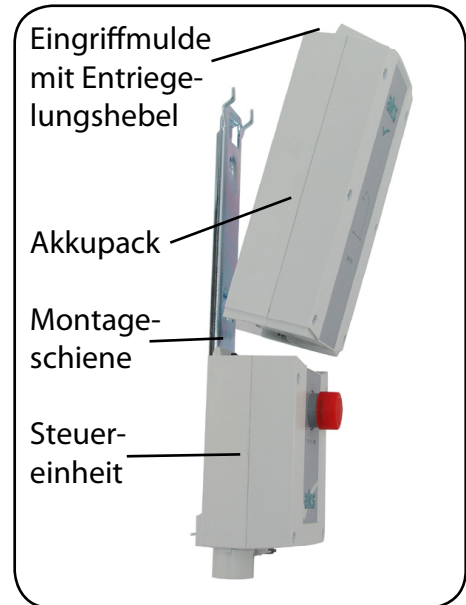

Abb. 8.5.04 - Akkupack
2. Greifen Sie von oben in die Griffmulde am Akkupack und ziehen Sie mit den Fingern den Entriegelungshebel nach oben (Abbildung 8.5.04).
3. Kippen Sie gleichzeitig das Akkupack ein Stück von der Montageschiene weg und anschließend nach oben aus der Halterung (Abbildung 8.5.04).